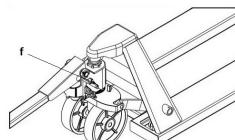

Figura 3
- Baje la manilla en posición horizontal y desbloquee el resorte sacando el perno (f) (Figura 3). Guardé el perno. Utilícelo para bloquear el resorte de tener que intervenir en la bomba.